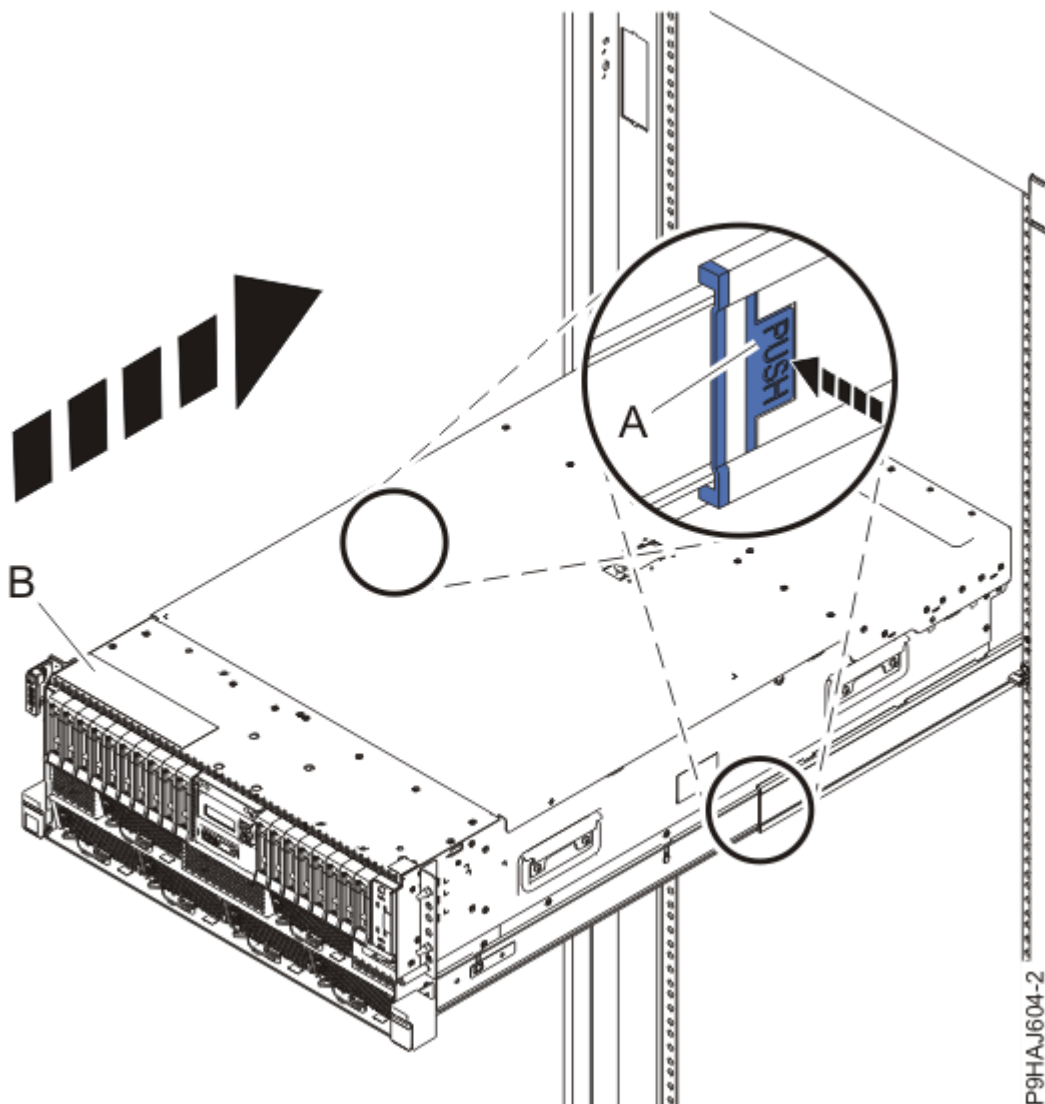

図 87. システムの操作位置への設置
3. ラック・マウント型システムの場合、青色のレール安全ラッチ **(A)** を、91 ページの図 87 に示されているように内側に押してアンロックします。